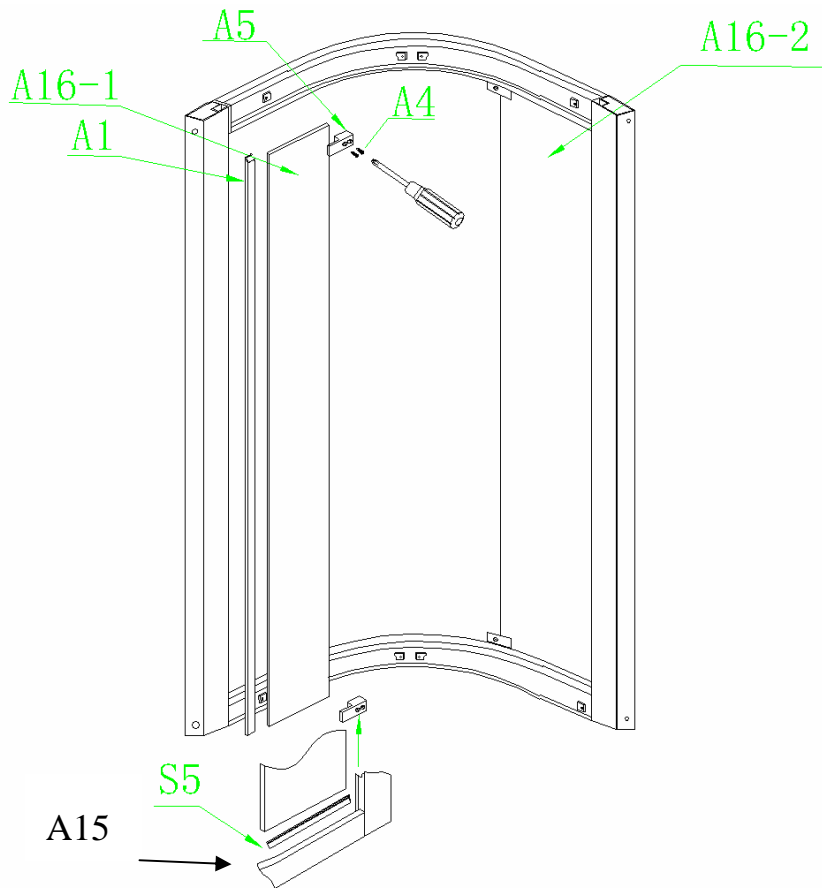

Fig. 3.
3. Sätt de fasta glasen (A16-1 och A16-2) (1799x205 och 1799x350mm) med plasttätninglisterna (A1) in i sidoprofilerna (A12) , (A16-1 1799*205 på korta sidan och A16-2 799*350 på långa sidan), sätt gummitätninglistan (S5) mellan de fasta glasen (A16-1 och A16-2) och nedre aluminiumskenorna (A15), och fäst dem sedan med glasbeslagen (A5) och skruvarna 4*15(A4), se fig. 3.